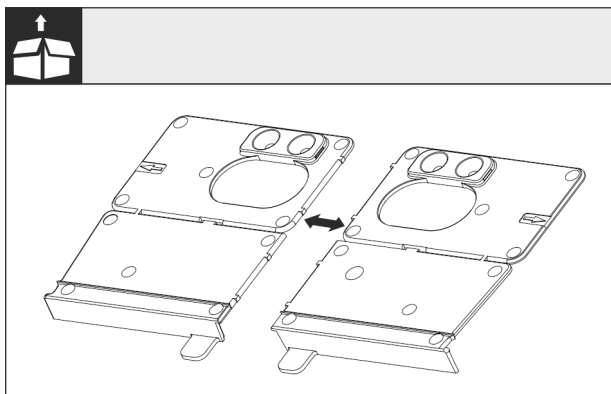

Fig. 27
- Adskil bundmonteringsvinklen Fig. 27 () i perforeringen.